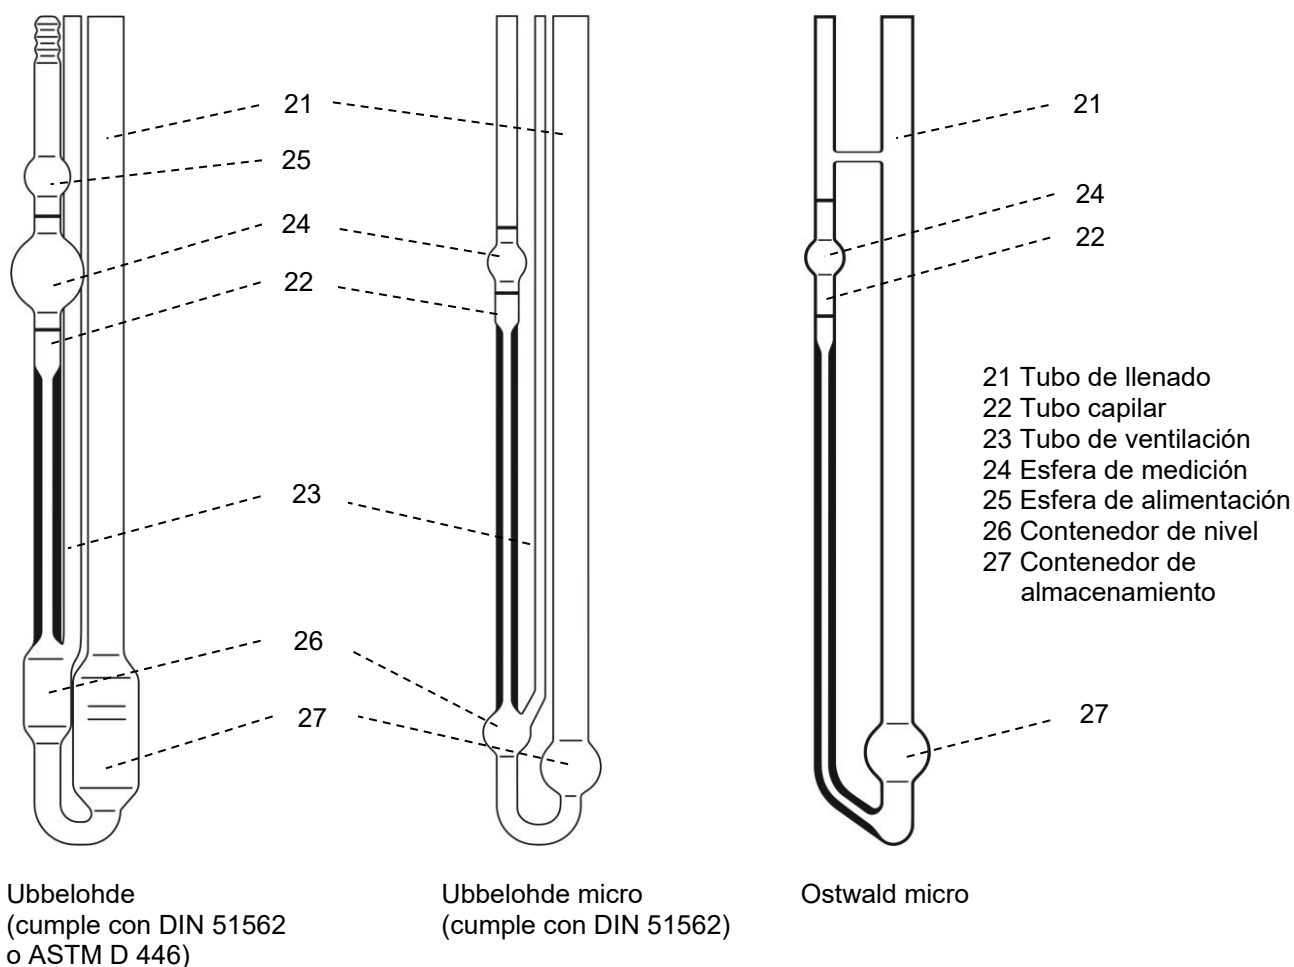

Fig. 2 Descripción de los tipos de viscosímetro que se pueden emplear
Con viscosímetros Ubbelohde, por encima de la esfera de medición (24) se encuentra la esfera de alimentación (25) (véase la  **Fig. 2**). Esta esfera de alimentación se debe llenar al final de la operación de bombeo al menos hasta la mitad con líquido.